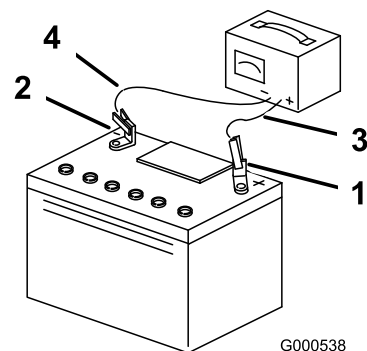

Figura 53
4. Cuando la batería esté completamente cargada, desconecte el cargador de la toma de electricidad, luego desconecte los cables del cargador de los bornes de la batería (Figura 53).